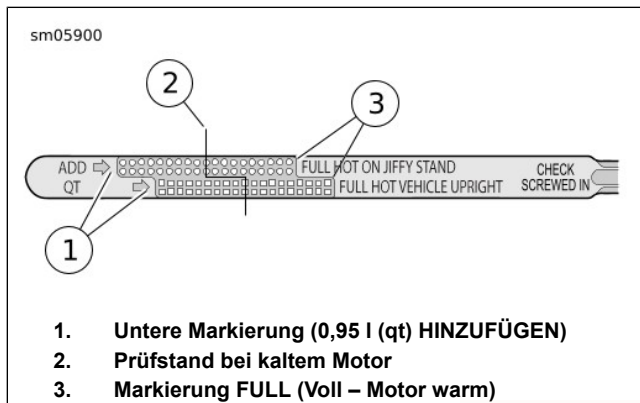

Abbildung 49. Motorölmessstab
3. Siehe Abbildung 49. Den Ölmesstab entfernen und den Ölstand ablesen. Der korrekte Ölstand sollte zwischen (2) den Markierungen „FULL“ (Voll) und „ADD“ (Hinzufügen) auf dem Ölmesstab stehen.
4. Siehe Abbildung 49. Den Ölmesstab herausziehen und den Ölstand ablesen. Der Füllstand muss zwischen den Markierungen ADD (1) (Hinzufügen) und FULL (3) (Voll) liegen. Nur so viel Öl nachfüllen, dass der Ölstand die Markierung FULL (Voll) des Ölmesstabs erreicht. Nicht zu viel einfüllen.